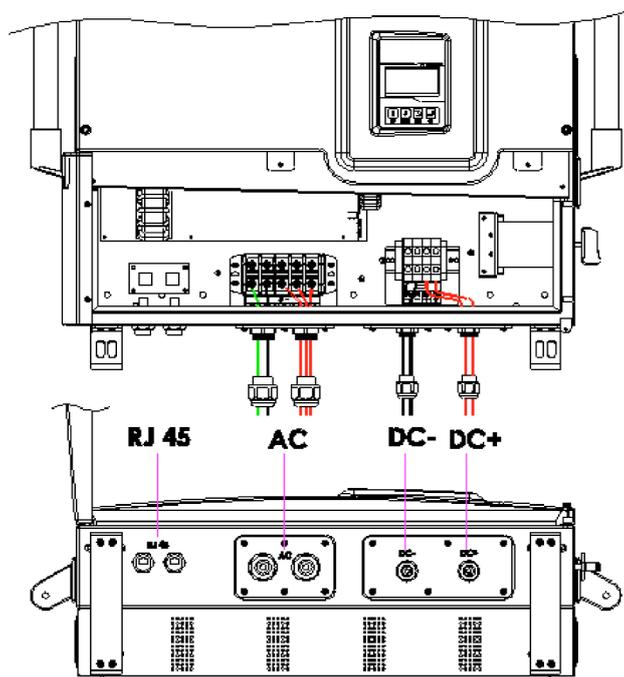

Fig. 2.3.5 Vista anteriore della scatola di connessione
Le tre sezioni seguenti descrivono l'esecuzione dei collegamenti elettrici per c.a., c.c. e porte di comunicazione. I cablaggi devono essere effettuati, per l'ISMG315 e per l'ISMG320, nella scatola di connessione. Nella scatola di connessione, c'è un blocco terminale c.c., due (2) connettori RJ-45 ed un (1) blocco terminale c.a., come illustrato in Fig. 2.3.5. Il blocco terminale c.c. è utilizzato per collegare fino a due (2) stringhe fotovoltaiche individualmente o in parallelo nella scatola di connessione. I